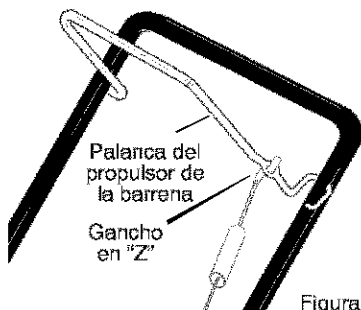

Figura 6
1. Quite el **gancho en "Z"** de la **palanca de propulsión de la barrena** (Figura 6).
7. Monte el **gancho en "Z"** a la **palanca de propulsión de la barrena** (Figura 6).